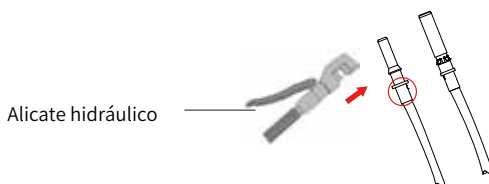

Figura 5.4 Crimpe o pino de contato ao fio
b) Terminais de crimpagem de metal com um alicate de crimpagem como mostrado na figura.(como mostra a figura 5.4).